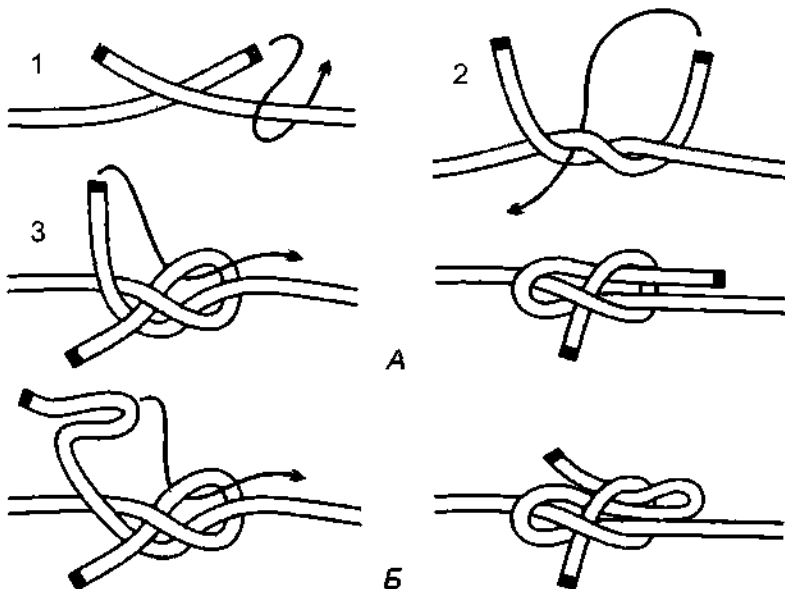
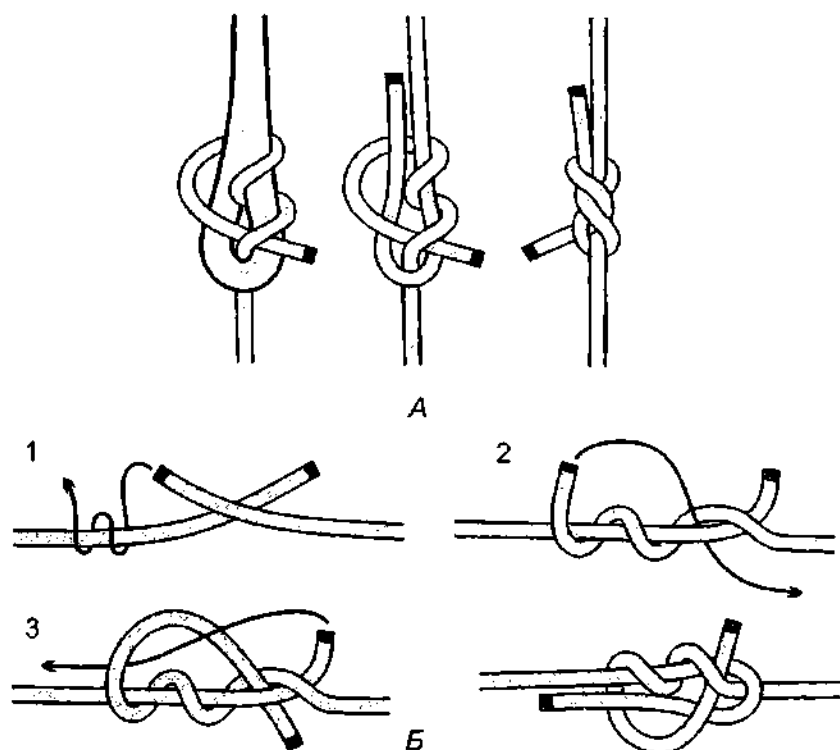

Рис. 889. 6-й способ вязки **шкотового узла**.
Рис. 893. 1-й вариант *шкотового узла* со шлагом. А – *шкотовый узел* со шлагом на стороне петли; Б – один из способов завязывания *шкотового узла* со шлагом.
**6-й способ вязки шкотового узла.** Узел вяжется из полуузла (рис. 889 А). Если сделать двойной полуузел – получится **шкотовый узел** со шлагом (рис. 893 Б). Этим способом вяжется **диагональный шкотовый узел**. Завязывая узел таким образом, им, как **прямым** или **пакет-**
**ным узлом**, хорошо стягивать или затягивать мешки, тюки, свёртки и т. д. Затянутый **шкотовый узел** на тонких шнурах становится очень тугим и тяжело развязывается, поэтому, для лёгкой раздачи можно завязать узел с петелькой – **быстроразвязывающийся шкотовый узел** (рис. 889 Б).
Шлаг накладывается на коренной конец открытой петли *шкотового узла* (рис. 893 А). У огона шлаг кладётся на любую сторону. *Шкотовый узел* со шлагом на стороне петли можно завязать одним концом, как *шкотовый узел* 1-м способом, так и с полуузла (рис. 893 Б).